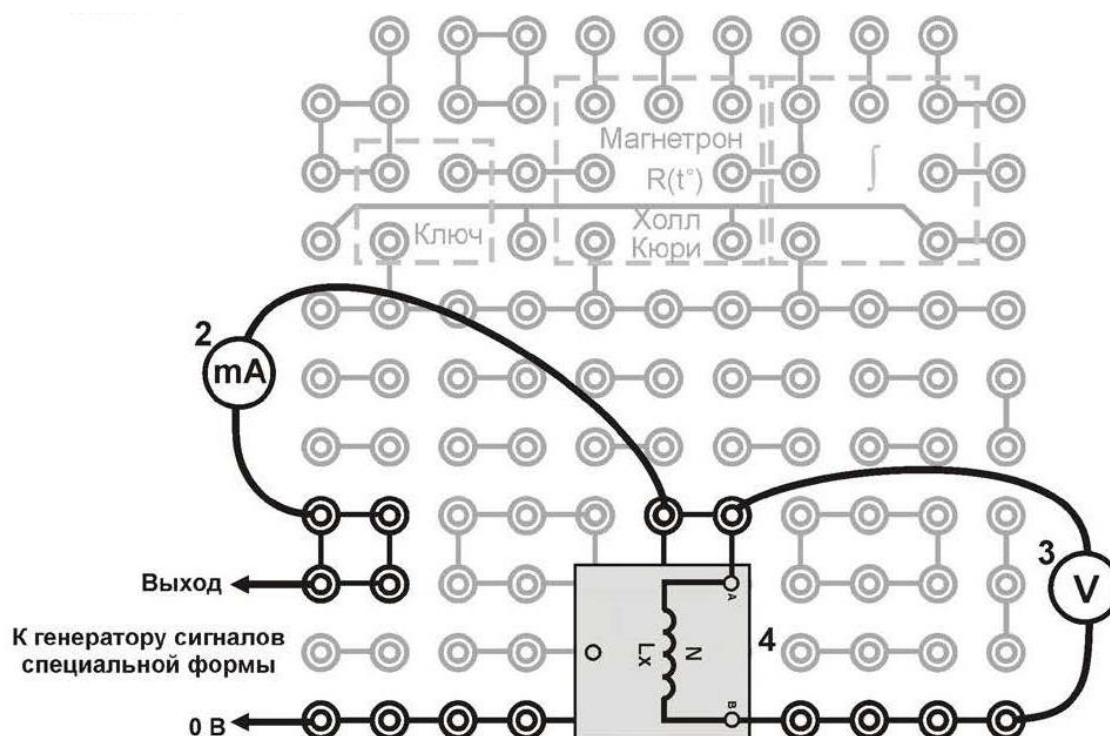

Рис. 3. Монтажная схема; 2,3,4 – см. рис. 1
1. Для исследования катушки без сердечника используется та же электрическая цепь, что и в задании 1. Для исследования катушки с сердечником используется электрическая цепь без дополнительного резистора, монтажная схема рис. 3.
4. Выключите блок генераторов напряжения и блок мультиметров. Установите ферромагнитный сердечник в катушку  $L$ . Соберите монтажную схему рис. 3. Включите кнопками «Сеть» питания блока генераторов напряжения и блока мультиметров и нажмите кнопку «Исходная установка». Кнопками установки частоты «0.2 – 20 кГц» установите частоту 50...70 Гц. Проведите измерения по п. 3. Результаты занесите в табл. 2